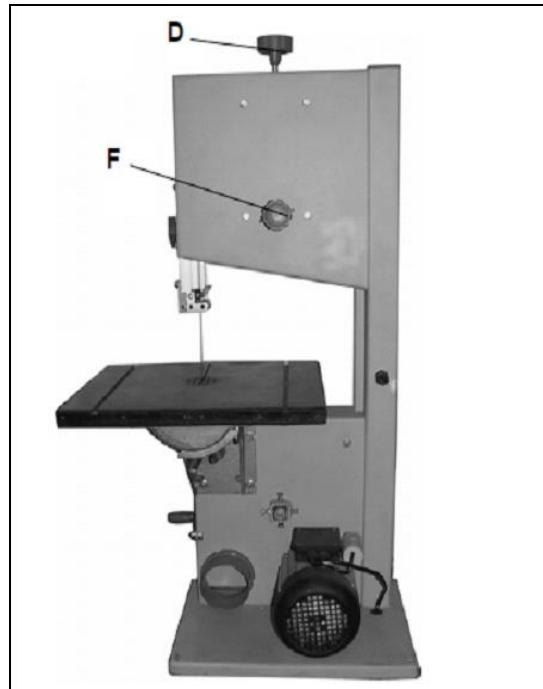

Fig 22
8. Falls erforderlich, justieren Sie den Bandlauf an der Bandlauffeinstellschraube (F, Fig 22).
Über das Handrad an der Maschinenrückseite (F, Fig 22) kann der korrekte Sägebandlauf eingestellt werden.